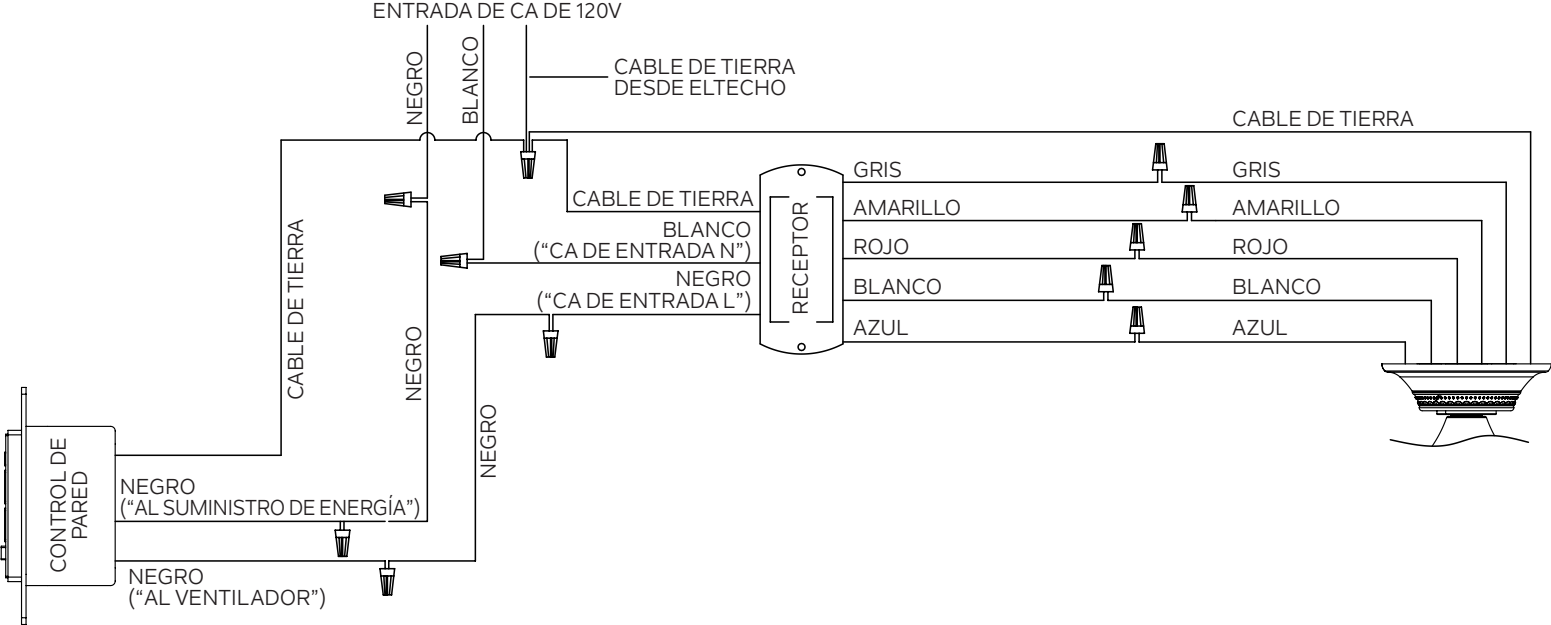

Figura 14
**Paso 2.** Conecte los cables utilizando los conectores como se muestra en el DIAGRAMA DE CABLES. (Figura 14)